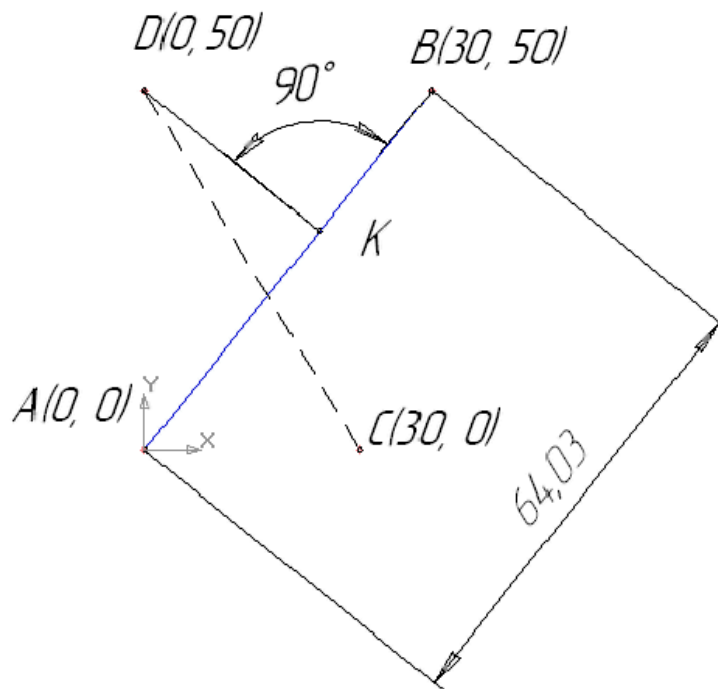
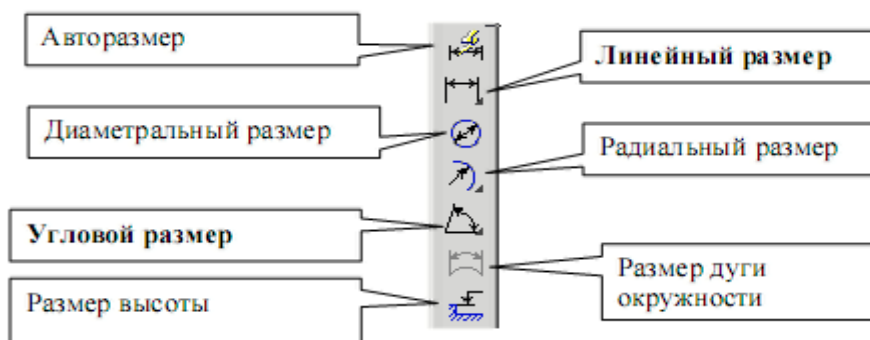

Рис. 5
Рис. 14
Задание (рис. 5):
6. Проставьте линейный размер отрезка *AB*. Для этого на панели **Размеры** (рис. 6) активизируйте команду **Линейный размер**, рис. 14.
Активизируйте на панели специального управления команду **Выбор базового объекта** , укажите курсором отрезок прямой AB и расположите размерную линию согласно рис. 5.
Проставьте угловой размер. Выберите команду **Угловой размер**, рис. 14, последовательно укажите курсором отрезки прямых DK и KB и расположите размерную линию согласно рис. 5.